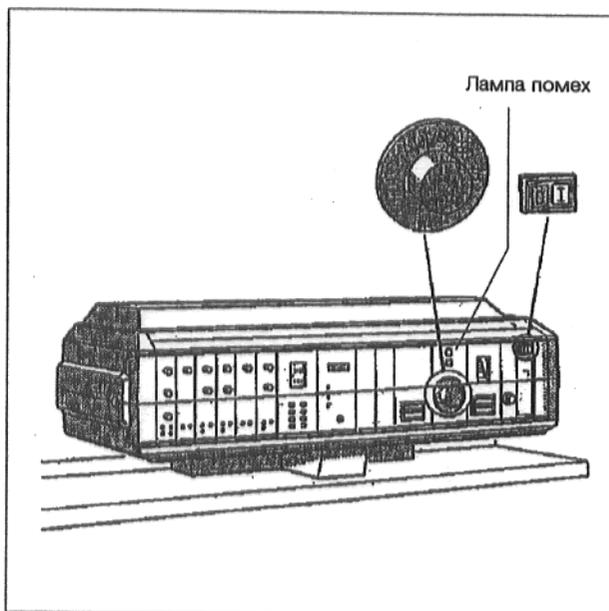

Рис. 2
- Установить переключатель "Работа" (рис. 2) в положение I (ВКЛ).
- Установить регулятор температуры воды подающей линии котла (рис. 2) в положение "AUT".
На устройстве управления горит лампа помех (рис. 2).
- Установить переключатель "Работа" (рис. 2) в положение 0 (ВЫКЛ).